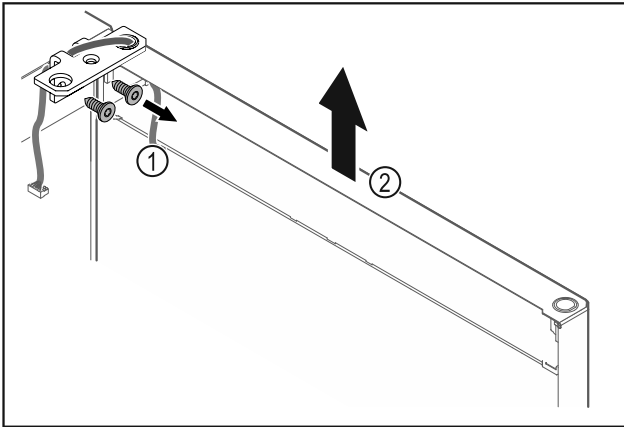

Fig. 24
- Dévisser l'équerre de la charnière Fig. 24 (1).
- Soulever la porte (équerre de charnière incluse) Fig. 24 (2) d'environ 200 mm (7.87 in) et la retirer.